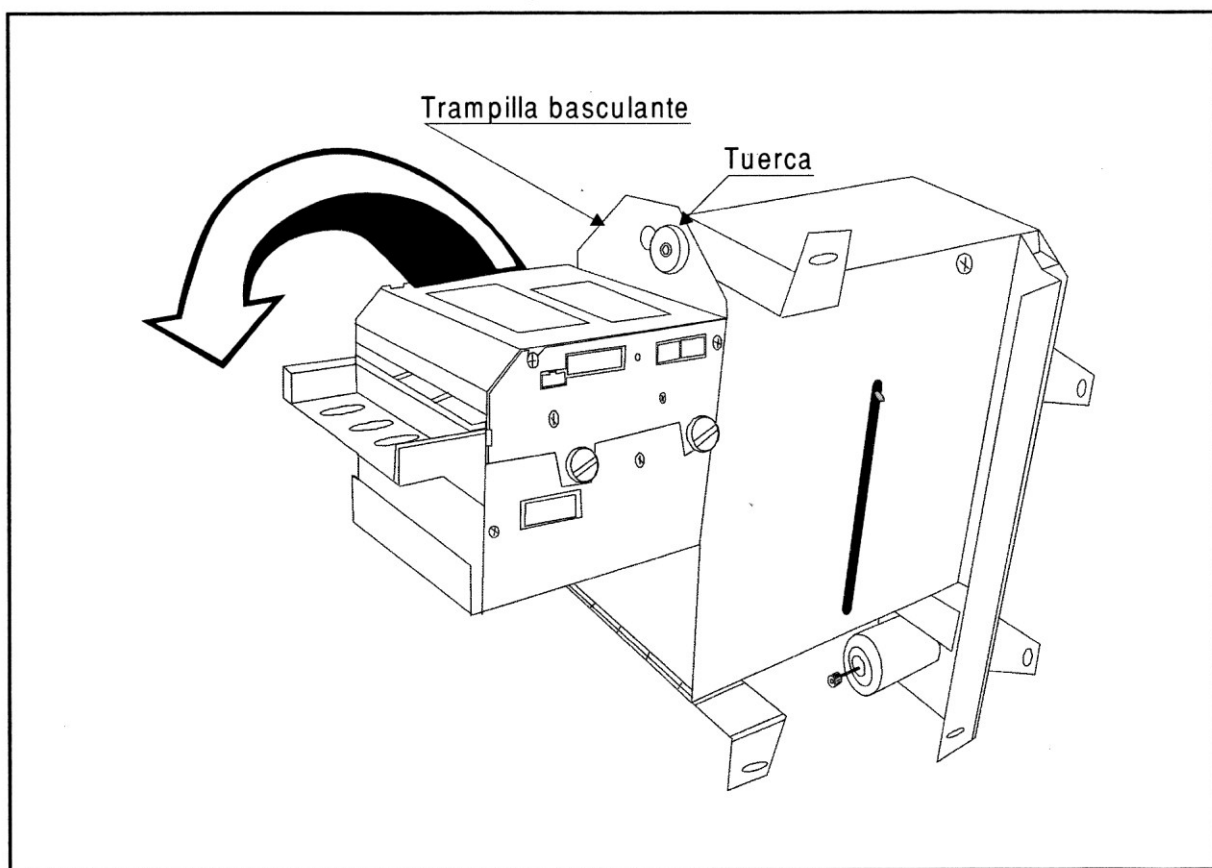

Figura 3: Recaudación de los billetes.
Para la recaudación de los billetes, desenroscar la "tuerca" situada en la parte superior de la carcasa (ver figura 3), abrir la trampilla basculante y proceder a la extracción de los mismos.
- ❑ Desenroscar la tuerca colocada en la parte superior del deposito de billetes (ver figura 3), abatiendo la cabeza lectora y extraer el billete.